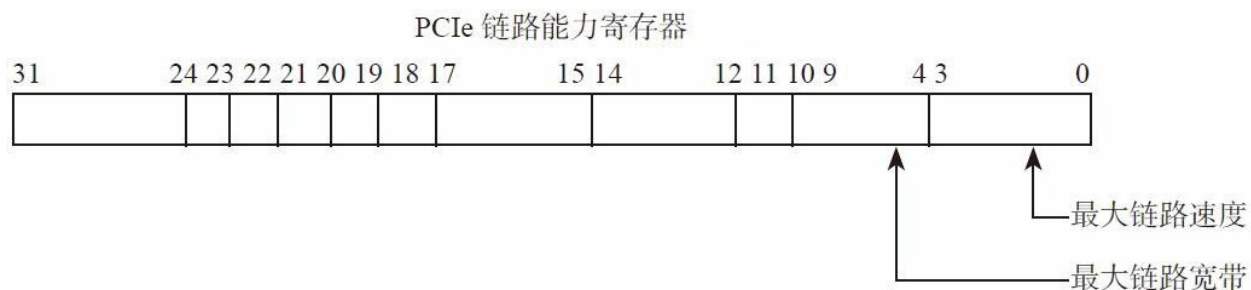

图7-21 PCIe链路能力寄存器
1) 了解对方的实力（就像相亲时问对方：你们小区停车费多少钱一个月？），通过Link Capability Register（链路能力寄存器）了解双方各自的链路速度[3：0]和带宽[9：4]，如图7-21所示。